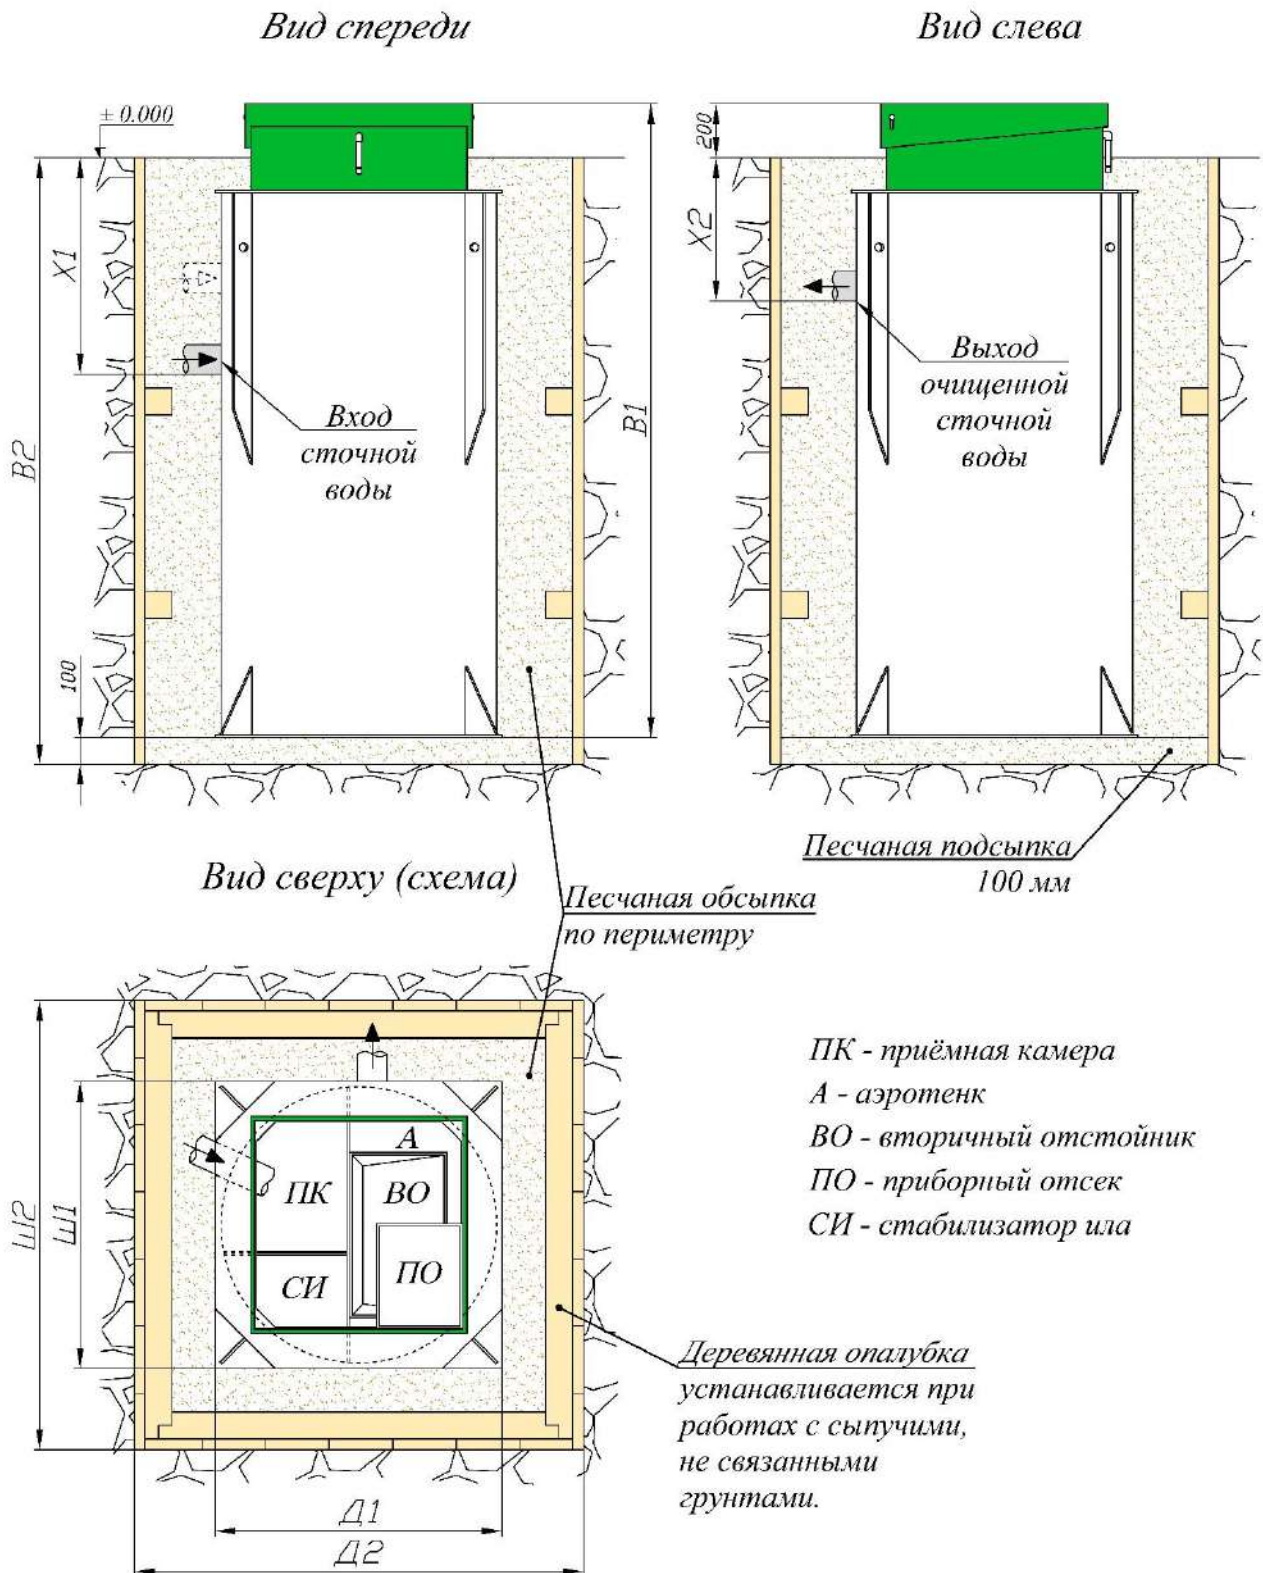

Рис. 1.
Габаритные размеры установок и котлованов, в соответствии с рис. 1, приведены в табл. 1.
После монтажа установки в котлован с подготовленным дном и с глубиной, соответствующей высоте установки (табл. 1), следует вырезать в стенке уравнильного резервуара (приёмной камере) отверстие для подводящего трубопровода, по месту и высоте, согласно уровню подвода канализационной трубы. Определить ёмкость, в которой необходимо сделать входное отверстие, можно по схеме (рис. 1).
- Ввод должен быть выполнен в приёмную камеру (ПК) (см. рис. 1);
- Поплавковый переключатель, поставляемый в собранном виде, установить в приёмную камеру (ПК) (рис. 1), зафиксировав в опорах (клипсах), закреплённых в заводских условиях на корпусе, цилиндре или на перегородке в зависимости от модели. Провод поплавок переключателя завести в приборный отсек (ПО) через герметичный кабельный ввод (сальник) на стенке приборного отсека (ПО) и затянуть его, завернув накидную гайку до упора. Подключение поплавка произвести согласно электрической схеме, находящейся на внутренней стороне крышки распределительной коробки;